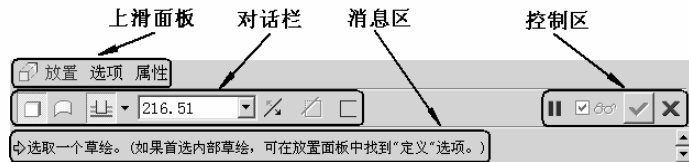

图 1.2.3 特征操作控制面板
(3) 单击【基础特征】工具栏中的  按钮，则在窗口下侧出现此特征操作的操作控制面板（以下简称操控板），如图 1.2.3 所示。操控板一般由【对话框】、【上滑面板】、【消息区】和【控制区】组成。在图形窗口中选取几何图形并设置优先选项时，操控板会缩小可用选项